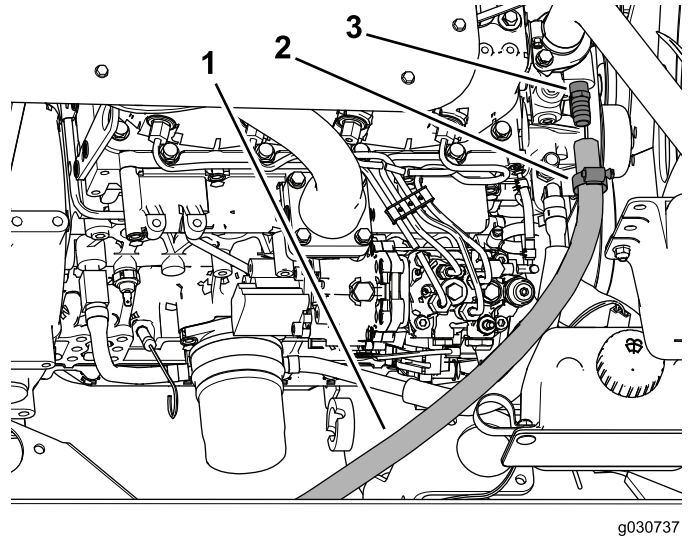

Figure 37
5. Glissez le collier sur le flexible d'alimentation puis poussez le flexible sur le raccord (3/8 NPT x 0,625 cannelé) comme montré à la Figure 37.